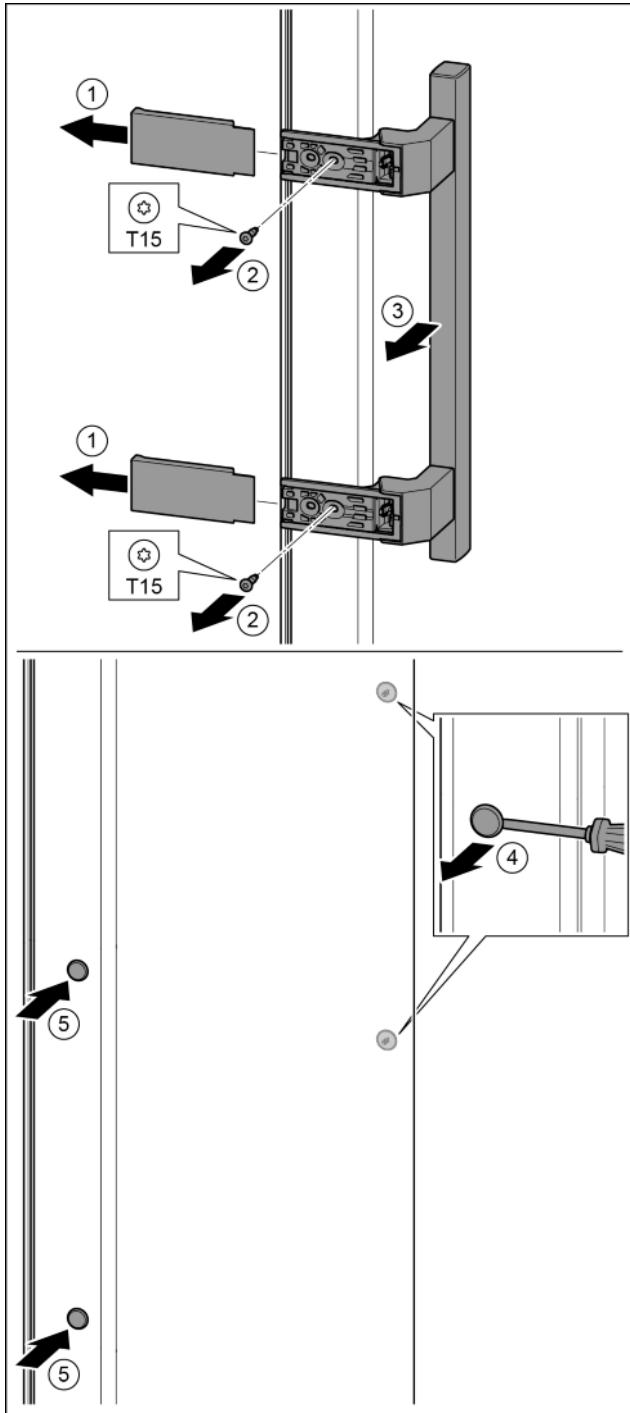

Fig. 18
- Skinite pokrov. Fig. 18 (1)
- Odvijačem T15 odvijte vijke. Fig. 18 (2)
- Skinite ručicu. Fig. 18 (3)
- Odvijačem oprezno podignite bočni čep i izvucite ga. Fig. 18 (4)
- Ponovo umetnite čep na drugoj strani. Fig. 18 (5)